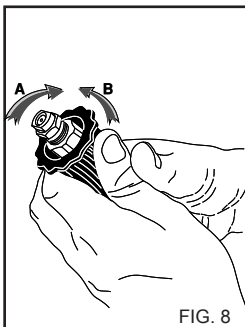

FIG. 8
Per la versione con aspirazione detergente, attivare il comando di aspirazione del detergente presente sulla lancia (fig. 8).
4) Dopo l'uso con detergente, risciacquare il circuito di aspirazione; infilare il tubo di aspirazione (fig. 8) detergente in una tanica di acqua pulita e far funzionare la pompa per 1 minuto, e lancia in fase erogazione detergente.
**USO DELLA TESTINA REGOLABILE (Fig. 8) (Vers. DS)**